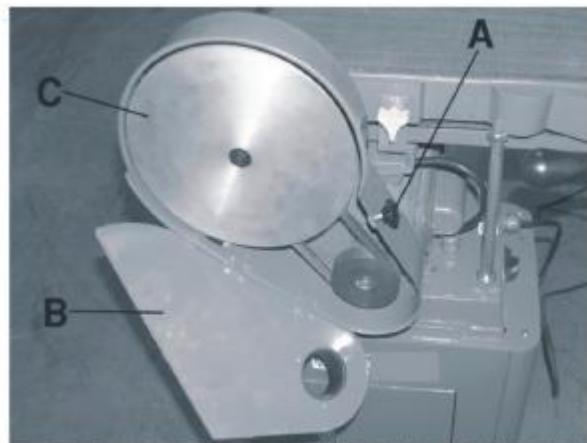
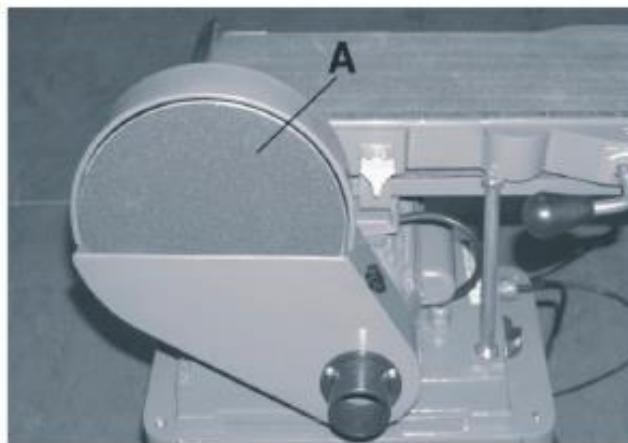

Рис. 7
Рис. 8
1. Отвернуть и снять рукоятку фиксации крышки шлифовального диска (A), рис. 7, и открыть крышку (B) шлифовального диска;
2. Перед установкой любого шлифовального диска диск (C) должен быть чистым и свободным от любых загрязнений, в противном случае результаты шлифования могут оказаться неудовлетворительными либо диск может потерять контакт с пластиной и отброшен.
3. Снять антиадгезионную подкладку со шлифовального диска, тщательно установить и сильно прижать шлифовальный диск (A), рис. 8, к диску.
4. Закрыть крышку шлифовального диска и зафиксировать его той же рукояткой фиксации, рис. 8.